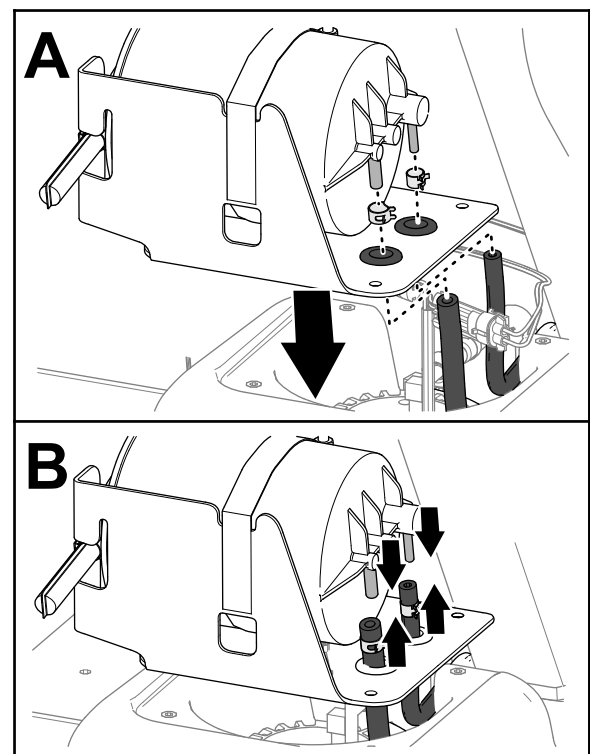

Figure 87
1. Passez les flexibles du réservoir de carburant dans les bagues sur le support du filtre à charbon actif (Figure 87).
2. Enfilez les colliers sur les flexibles (Figure 87).
3. Branchez les flexibles sur les raccords du filtre à charbon actif (Figure 87).